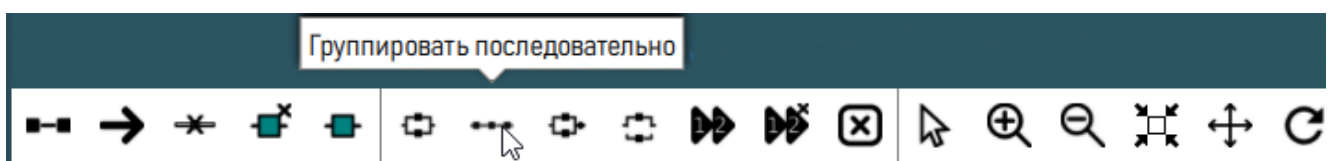

Рисунок 305 – Кнопка  «Группировать последовательно»
4) В верхней части рабочего окна нажать кнопку «Группировать последовательно» (рисунок 305).
3) Нажать кнопку  «Группировать последовательно», расположенную в верхней части рабочего окна (см. рисунок 305).